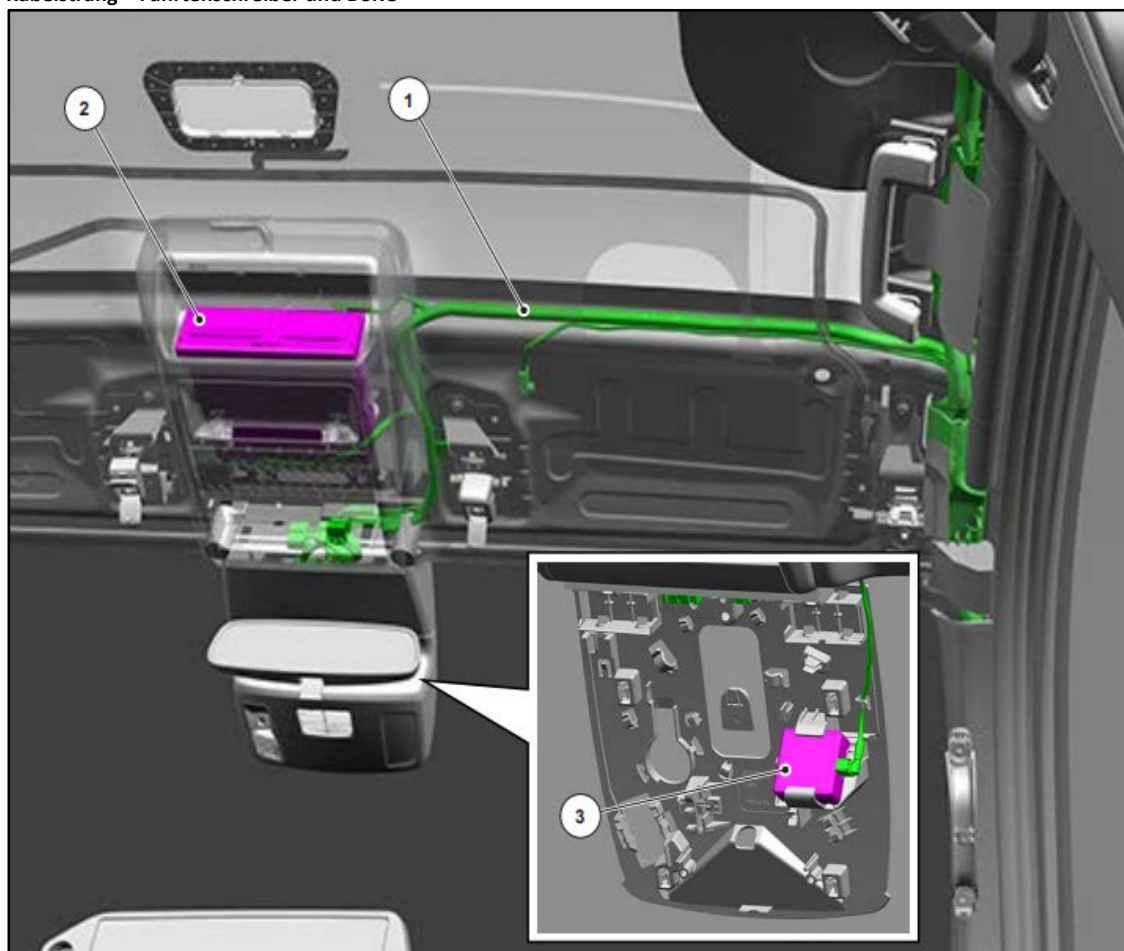

Abb. 2: Kabelstrang – Fahrtenschreiber und DSRC
- Kabelstrang – Fahrtenschreiber, siehe Abbildung 2 in Kapitel 4.11.2 für Befestigung und Kabelführung
- DSRC-Kabelstrang, siehe Abbildung 2 in Kapitel 4.11.2 für Befestigung und Kabelführung